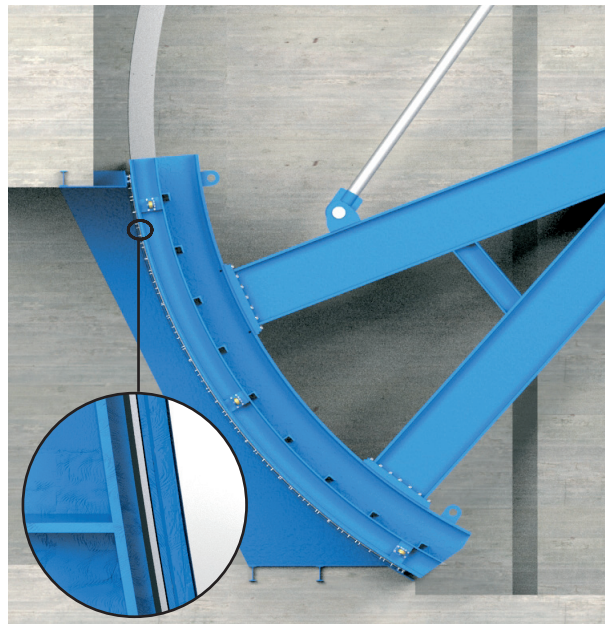

Fig. 11
- Para posicionar correctamente el tablero en obra, colocarle otros calces provisionales sobre la teja del tablero y apoyar el conjunto sobre la embocadura hormigonada (fig. 11). La dimensión de estos calces se definirán según las dimensiones detalladas en el plano suministrado por **CMO Valves**.